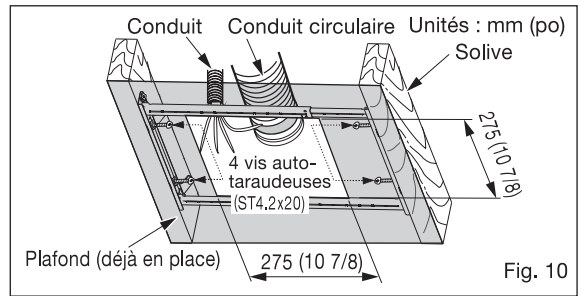

Fig. 10
1. Retirez le ventilateur en place et découpez une ouverture au plafond. Fixez le support Flex-Z Fast™ aux solives en perçant avec 4 vis auto-taraudeuses (ST4.2x20) qui ont été fixées au support. Laissez en place les conduits et les câbles existants. (Fig. 10)